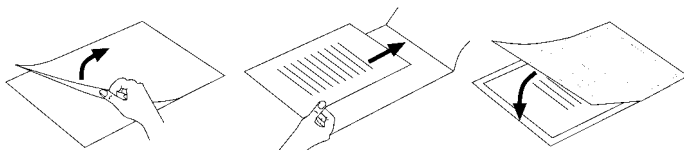

Fig. 2
- Sørg for kun at bruge én folie til laminering. Klap den op på forhånd som vist på f.eks. fig. 2.
- ▶ Sørg for kun at bruge én folie til laminering. Klap den op på forhånd som vist på f.eks. fig. 2.